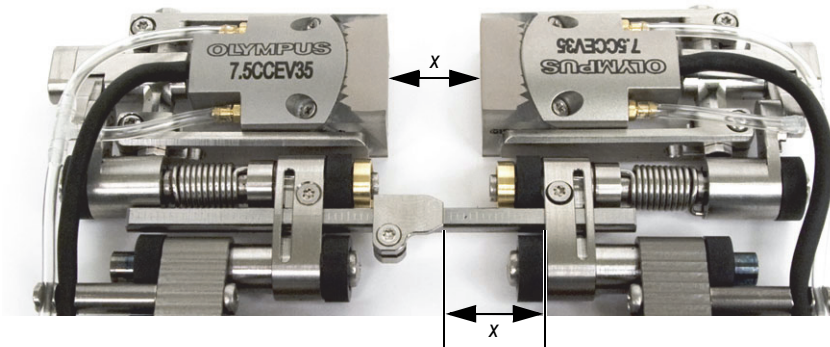

Figura 2-27 Lectura de la separación de las suelas
- Separe los lados del escáner. La cantidad de niveles de graduación entre el (los) indicador(es) de separación de suelas y el enlace (o los enlaces) de la parte derecha indica la distancia entre los frentes de las suelas en milímetros. Véase la Figura 2-27 en la página 57.